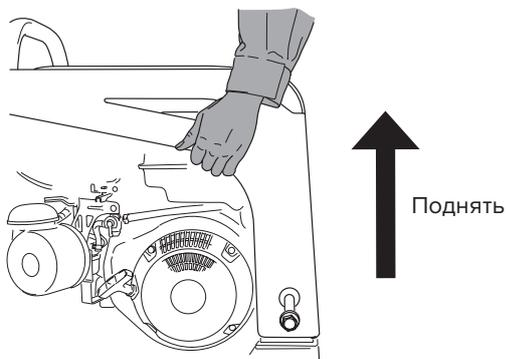

Рис. 35
2. Поднимите крышку, удерживая ее за края (рис. 35).